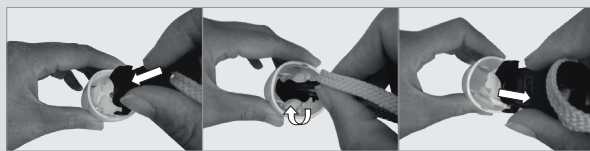

FIG. 2
2. Ta bort vingen med lämpligt verktyg. (**fig.2**)